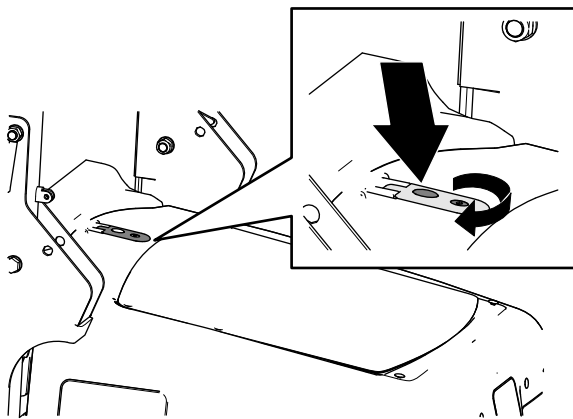

Figura 2
1. Inserte la llave del capó en la cerradura del mismo y gire la cerradura 90° en sentido antihorario (Figura 2).
2. Quite el seguro del capó pulsando el botón en el seguro del capó (Figura 2).